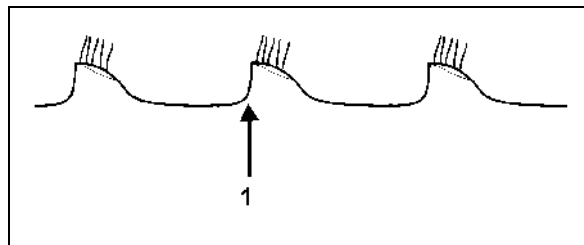

Bild 22
- (Bild 22): Skärkanten för andra tallriksraden syns inte och följer första tallriksraden. Flytta första tallriksraden åt vänster.